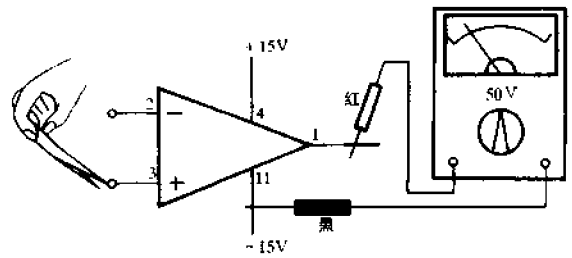

图 4-248 检测运放的放大能力
利用万用表还可以估测运算放大器的放大能力。以 LM324(A1) 为例,测试方法如图 4-248 所示。将 LM324 接上  $\pm 15\text{V}$  电源,万用表置于 DC50V 电压挡。首先,使 LM324 输入端开路,运放处于截止状态,这时输出端①脚对负电源④脚的电压约为 20~25V。然后用手持金属小起子,依次触碰同相输入端③脚和反向输入端②脚,万用表指针应有较大摆动,说明被测运放的增益很高;若指针摆动很小,说明其放大能力较差;若指针根本就不摆动,则说明被测运放已经损坏。